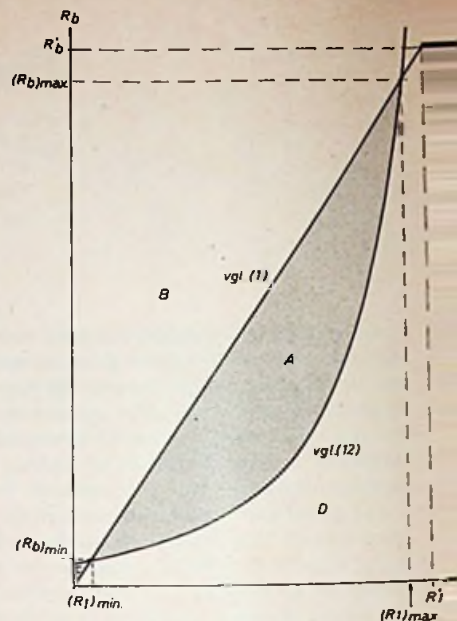

Fig. 6.
Indien we in de ongelijkheden (1) en (12) het gelijke teken nemen, dan kunnen (1) en (12) in een vlak worden weergegeven (fig. 6). Vergelijking (1) is een rechte door de oorsprong. Alle R_b -waarden onder deze rechte gelegen, voldoen aan de ongelijkheid (1). Vergelijking (12) stelt een hyperbool voor in het R_b - R_1 vlak. Opdat R_b positief zal zijn moet de noemer van de functie positief zijn, d.w.z.
Het is duidelijk, dat alleen de punten (R_1 , R_b) gelegen in het gebied A van fig. 6, terzelfdertijd aan de ongelijkheden (1) en (12) voldoen. De punten
$$R_1' = \frac{k_4}{k_5} \text{ en } R_b' = \frac{k_1 k_4}{k_5} = k_1 \cdot R_1' \quad (\text{zie fig. 6})$$
Op deze wijze kiest men een getallenpaar (R_1 , R_b), dat in het gebied A van fig. 6 is gelegen en dus voldoet aan de opgestelde betrekkingen (1) en (12).